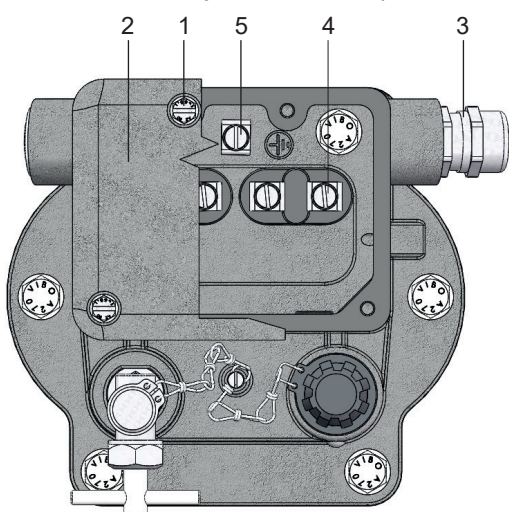

Рис. 6 – электрическое подключение
- Отвинтить винты (рис. 6/ № 1)
- Снять крышку (рис. 6/ № 2)
- Провод ввести через кабельную арматуру (рис. 6/ № 3)
- Присоединить провод к винтовым зажимам (рис. 6/ № 4) (максимальный момент затяжки: 3 Нм)
- Крепко затянуть кабельную арматуру (рис. 6/ № 3)
- Крепко закрутить винты (рис. 6/ № 1) (максимальный момент затяжки: 3 Нм).
Защитный провод (жёлто-зеленая изоляция) присоединить к зажиму заземления (рис. 6/ № 5) (максимальный момент затяжки: 3 Нм)